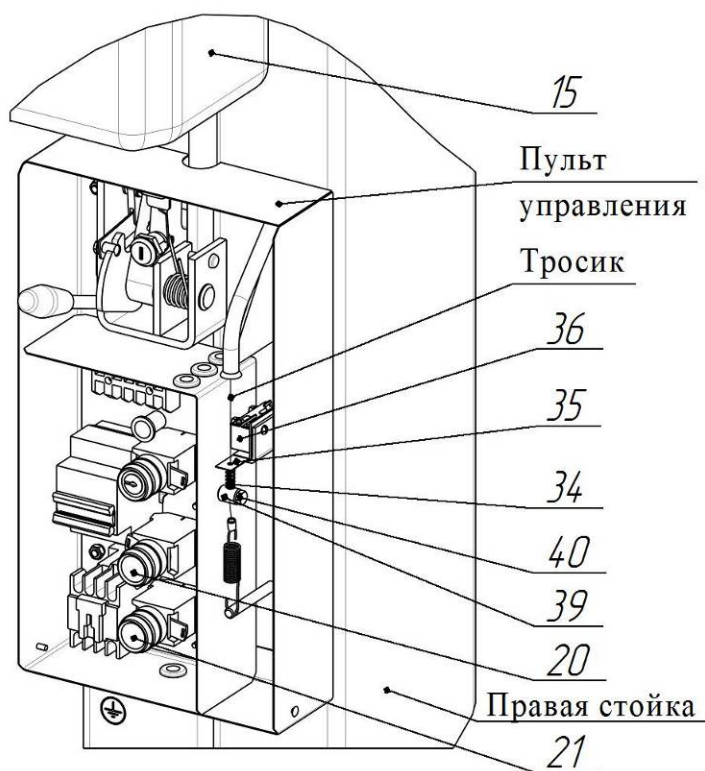

Рисунок 6.6 – Система автоматического отключения насосной станции при достижении каретки крайнего верхнего положения
6.12.1 Система автоматического отключения привода насосной станции 15 при достижении нижней части каретки 4 крайнего верхнего положения (≈ 1745 мм от основания стойки) установлена и отрегулирована на предприятии-изготовителе (рисунок 6.6).